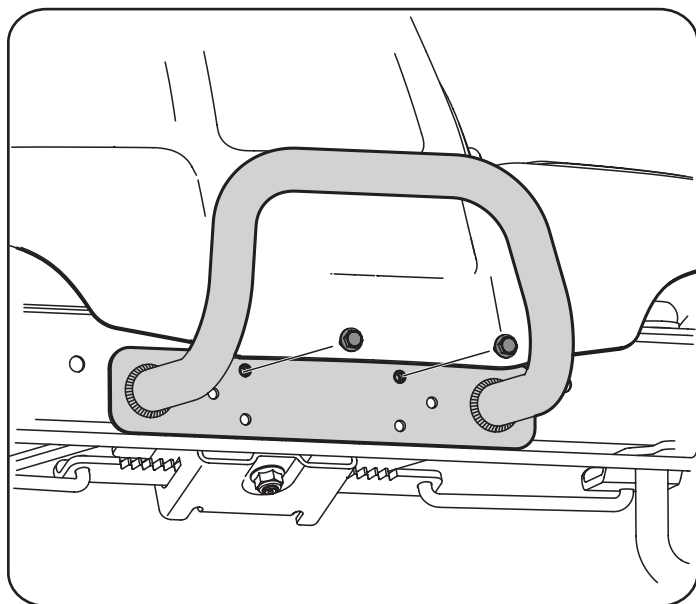

Figura 12
1. Extraiga los dos tornillos como se indica en la Figura 12.
2. Ubique el paragolpes sobre los orificios de montaje y sujete con los elementos de ferretería que extrajo en el Paso 1, como se indica en la Figura 12.